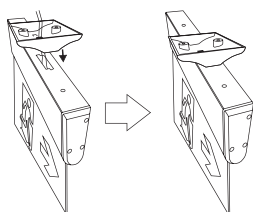

Рис. 3.
- ▶ Заведите провод в монтажную рамку, зафиксируйте рамку на корпусе светового указателя (Рис. 3);